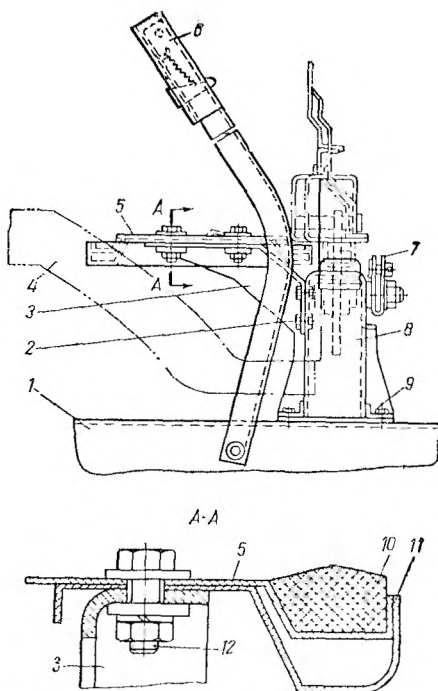
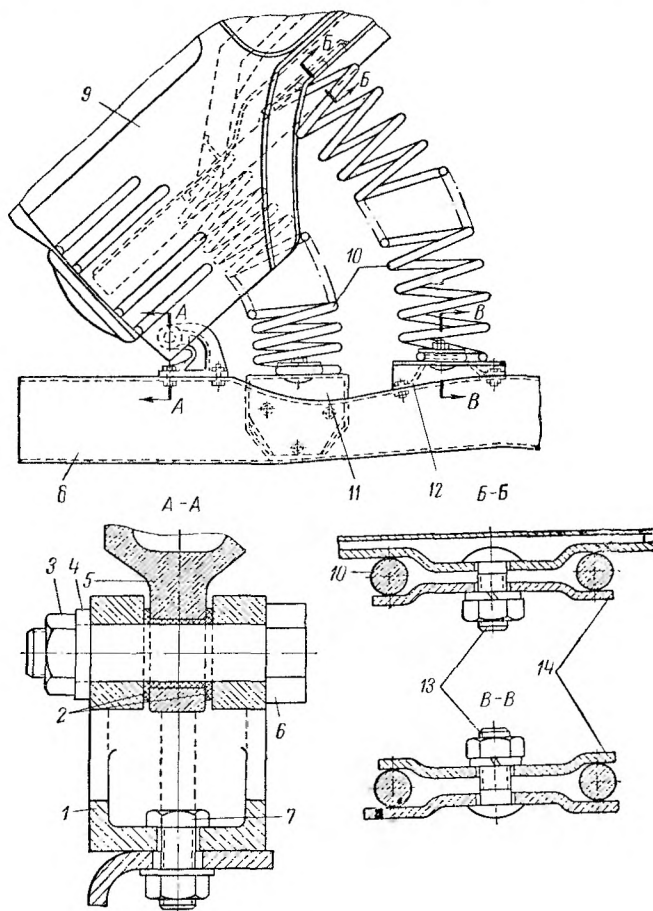
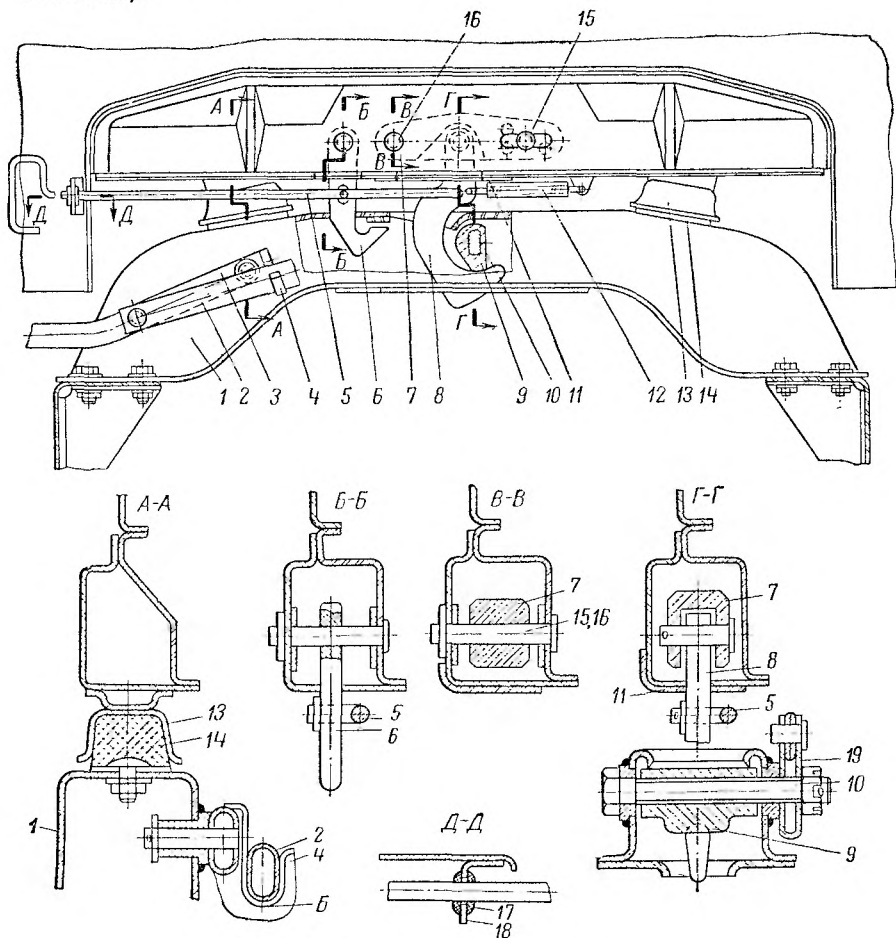

Рис. 162. Поперечина крепления кабины с панелью съемного пола:
Рис. 163. Крепление кабины и пружин откидывания:
Рис. 164. Запирающее устройство:
**Установка кабины.** Если поперечина 8 (рис. 162) крепления кабины панелью 5 съемного пола с автомобиля не сняты, то все операции при установке кабины выполняют в обратном, описанному выше, порядке.
Установить кабину при помощи подъемного механизма со смещением на 80 мм вперед. При этом кронштейны 1 (рис. 163) шарнира кабины опорной частью касаются рамы. Задняя часть кабины приподнята на 80 мм относительно резиновых буферов, закрепленных на поперечине. Из такого положения кабину двигать назад до совмещения отверстий на кронштейнах 1 шарниров с отверстиями на раме и далее, опуская заднюю часть кабины, совместить чашки 13 (рис. 164) на кабине с резиновыми буферами 14 на поперечине 1. Запорный 8 и предохранительный 6 крюки кабины должны входить в отверстия на поперечине.
Установить, не затягивая, болты 7 (см. рис. 163) крепления кронштейнов 1 шарнира кабины.
Отрегулировать положение прямоугольного отверстия на основании кабины относительно уплотнения 10 (см. рис. 162) на панели 5 съемного пола, добиваясь равномерного перекрытия кромки отверстия уплотнителем по всему периметру в горизонтальной плоскости. Регулируют за счет изменения положения кронштейнов 1 (см. рис. 163) шарнира кабины относительно отверстия в продольных балках рамы 8, поперечины 8 (см. рис. 162) крепления кабины с панелью 5 съемного пола относительно рамы за счет отверстий в поперечине, панели съемного пола относительно поперечины 8 крепления кабины за счет отверстий в самой панели и в кронштейнах 3 крепления панели на поперечине.
Затянуть болты 9 крепления поперечины 8, болты 7 (см. рис. 163) крепления кронштейнов 1 шарнира кабины и болты 2 и 12 (см. рис. 162) панели съемного пола.
Отвернуть болты 9 (см. рис. 162) крепления поперечины 8 кабины.
**Замена кулачка блокировки запорного крюка.** Кулачок 9 (см. рис. 164) блокировки запорного крюка 8 можно заменить на снятой поперечине 1 крепления кабины с панелью съемного пола или при снятом с автомобиля двигателе или при снятой коробке передач.